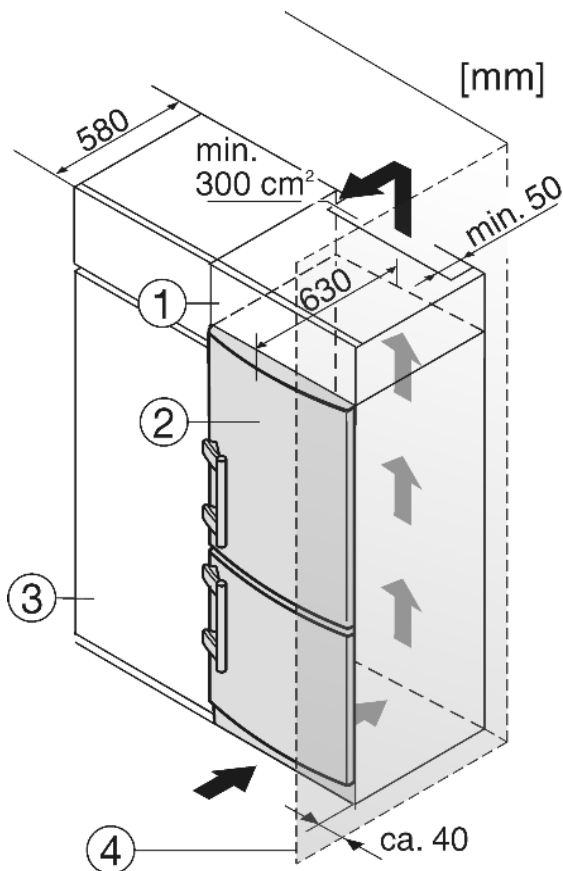

Fig. 9
- (1) Opbouwkast (3) Keukenkast
(2) Apparaat (4) Wand
Het apparaat Fig. 9 (2) kan worden ingebouwd in de keuken. Om het apparaat aan de hoogte van het keukenblok aan te passen, kunt u er een passende opbouwkast Fig. 9 (1) op plaatsen.
Bij ombouw met keukenkasten (max. diepte 580 mm) kan het apparaat direct naast de keukenkast Fig. 9 (3) worden opgesteld. De apparaatdeur springt opzij 34 mm en in het midden van het apparaat 50 mm uit ten opzichte van het keukenkastfront. Hierdoor is de deur zonder problemen te openen en sluiten.
Plaatst u het apparaat met de scharnierkant naast een muur Fig. 9 (4), dan moet de afstand tussen apparaat en muur minstens 40 mm bedragen. Dit in verband met het uitsteken van de deurgreep bij een geopende deur.